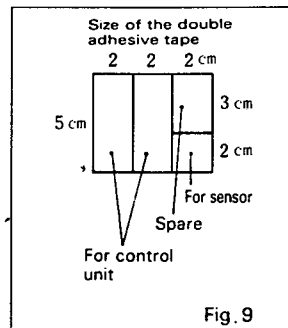

Fig.9
- 传感器线引入后车箱后如果引线是从密封条下穿过，请在线上裹层保护带，如图9所示。
② 蜂鸣器部分连接线